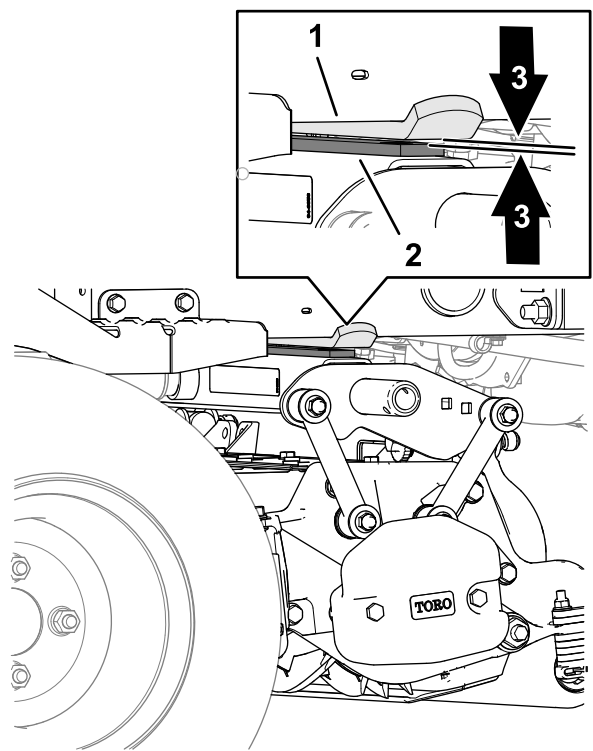

Figura 27
4. Nell'apparato di taglio posteriore, misurate il gioco tra la cinghia antiusura nella parte superiore della barra antiusura dell'apparato di taglio posteriore e il fermo del paracolpi (Figura 27).